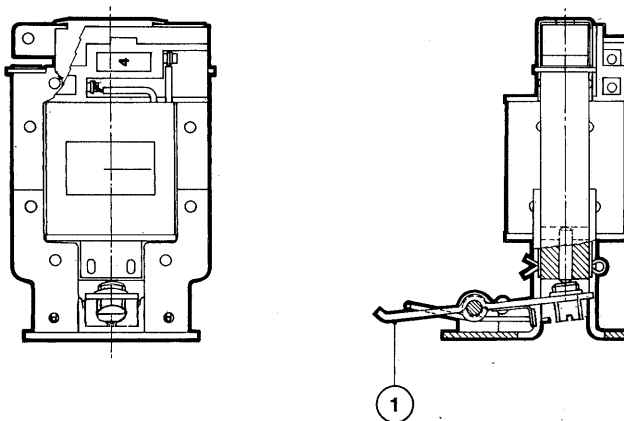

Fig. 21
9.2.2. MTS che non permette alcuna chiusura transitoria dei contatti all'atto della chiusura dell'interruttore a sganciatore diseccitato (solo per c.a.) (fig. 21)